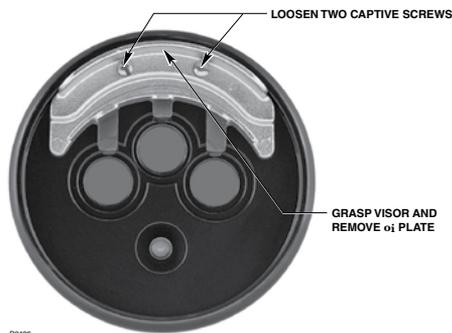

Figura 18 – Remoção da Placa oi
2. Solte os dois parafusos cativos, então segure a placa oi pelo visor e a remova do detector. Consulte a Figura 18.